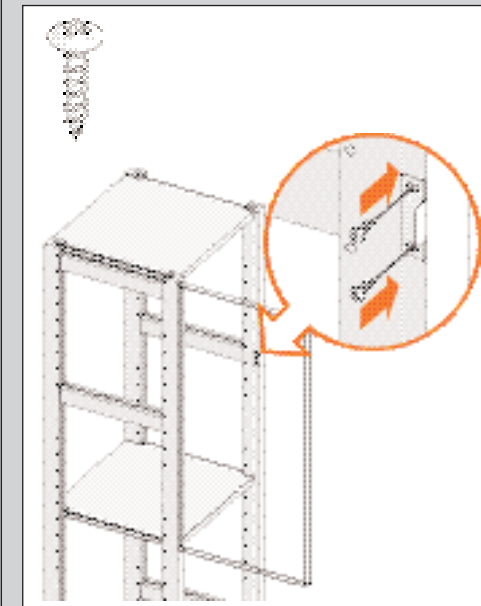
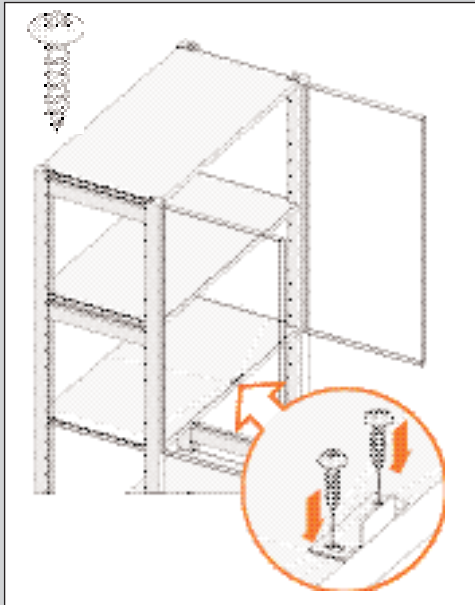

ABBILDUNG 18
ABBILDUNG 19
Montieren Sie das Schließblech bei einflügeligen Türen am Ständer (siehe Abb. 18) und bei zweiflügeligen Türen auf bzw. unter dem Fachboden (siehe Abb. 19).
1. Schrauben Sie das Schließblech mit den zwei Schrauben am Rand des Fachbodens bzw. des Ständers fest. Die Lasche muss mit dem Fachboden bzw. dem Ständer übereinstimmen. Achten Sie auf die Position des Schiebers bzw. des Schlosses (siehe Abb. 18 und 19).